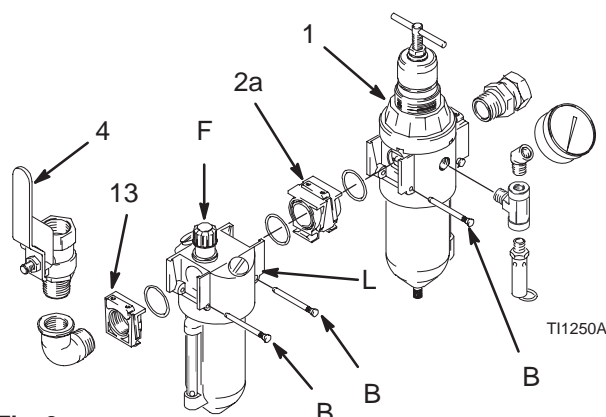

Fig. 2
- **Huvudluftkranen med rött handtag (4)** krävs i systemet för att släppa ut luft instängd mellan kranen och luftmotorn när kranen stängs, (se **VARNING** ovan). Se till att kranen lätt kan nå från pumpen och att den monteras **efter** luftfiltret/regulatorn (1). Fig. 2.
- **Filtret/regulatorn (1)** styr pumphastighet och vätskestryck genom att reglera lufttrycket till pumpen. Den avlägsnar också skadlig smuts och fukt ur tryckluften. Placera regulatorn nära pumpen men **före** den avluftande huvudkranen (4). Montera regulatorn i ledningen så att flödet går i riktningen som anges av pilen på huset. Fig. 2.
2. Ta bort stiftet (B) från utloppet på filtret/regulatorn. Fig. 2.
4. Dra av den gängade ändinsatsen (13) med utloppskopplingarna på.
5. Montera den modulära kopplingen (2a) (med medföljande o-ringar och fett) mellan filtret/regulatorn och smörjdonet (L).
6. Montera den gängade ändinsatsen (13) på smörjdonets utlopp (L) (med o-ring och fett).
7. Montera de tre fäststiften (B).
Smörjdonet avger olja i luftströmmen och smörjer luftmotorer automatiskt. En manuell justering i huset (F), Fig. 2, ställer in dropphastigheten i luftströmmen och kan ses genom siktglas. En till två droppar olja per minut är lagom. Använd olja mellan 50 till 200 SUS (ISO 7 till 46) vid 38°C, t. ex. Gracos motorolja, artikelnr. 202659.
Fyll på genom att skruva ur påfyllningspluggen (L, Fig. 2) och håll i olja. Smörjdonets volym är 0,2 liter. Kontrollera oljenivån i sidosiktglaset. Smörjdonet kan fyllas på med systemet trycksatt. Dock ska **systemet tryckavlastas** innan huset av någon anledning demonteras.
2. Stäng alla avluftande huvudluftkranar, inklusive den avluftande huvudluftkranen med rött handtag (4), medleveras ditt system. Fig. 2.
3. Skruva T-handtaget på regulatorn så långt det går moturs om du ska demontera luftfilter/regulatorhuset (1) eller vid service av luftregulatorerna.
4. Öppna tryckluftfiltret/regulatorn (1), Fig. 2 sakta. Reglera pumphastigheten och färgtrycket med regulatorn. Spruta alltid med det lägsta tryck som ger önskat resultat. Högre tryck sliter ut pump och munstycke i förtid.